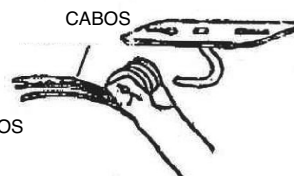

FIGURA 3
- 4 Pendure o aparelho pela extremidade de borracha. Para isso, introduza o gancho mantendo um ângulo de aproximadamente 30°, tal como é ilustrado na Figura 3. Separe os cabos de ligação para não os danificar.